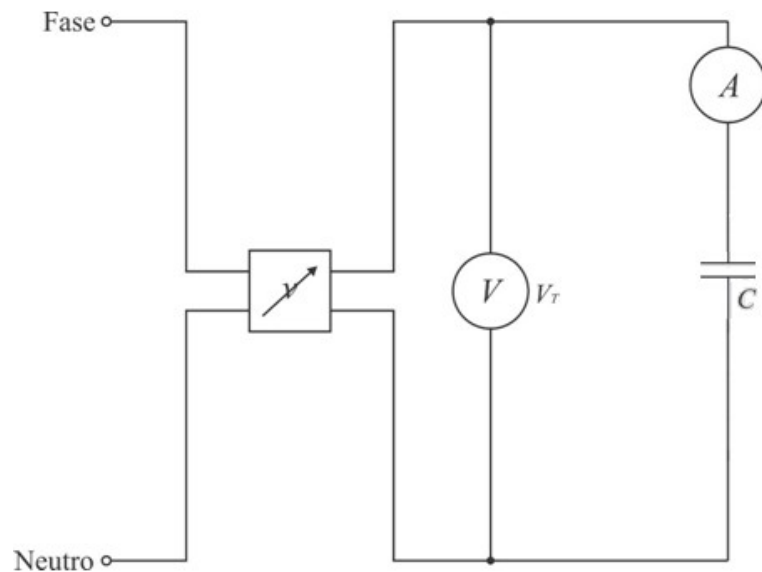

Figura 3.3
3.3- Monte um circuito C utilizando o capacitor de $5\mu\text{F}$ ou $30\mu\text{F}$ do painel B e o varivolt da bancada (como indicado na **Figura 3.3**). Aplique uma tensão na saída do varivolt de forma que seja possível medir os valores de corrente e tensão (utilizando os instrumentos de medição do painel) no mesmo. Preencha a **Tabela 3.3** e comente os resultados obtidos.